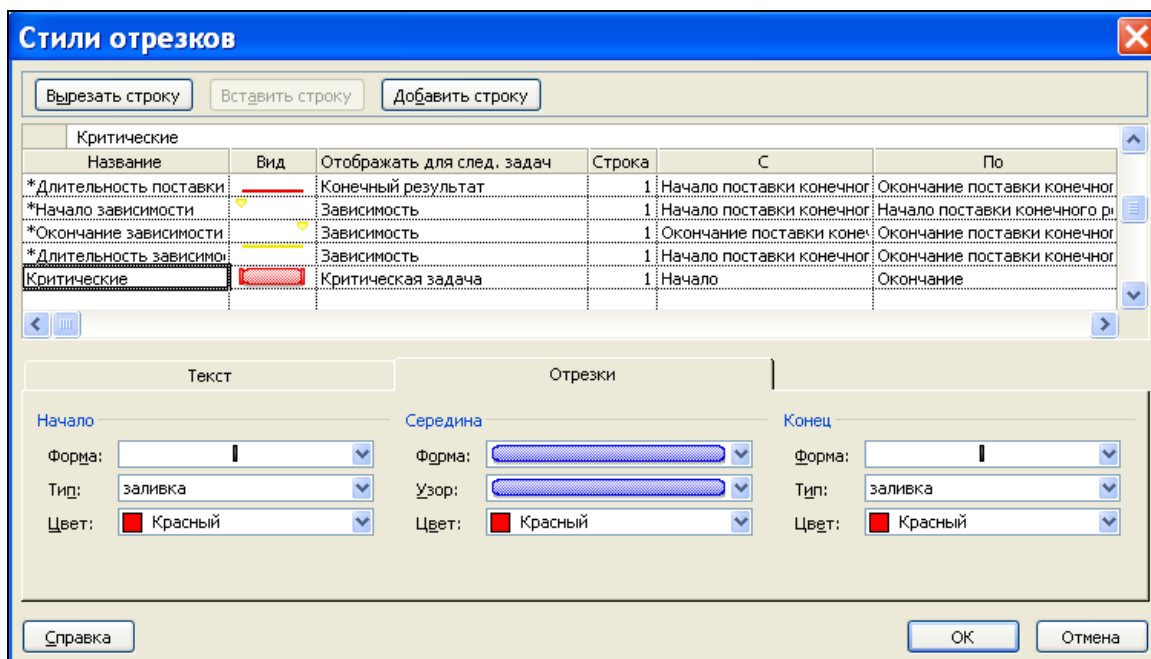

Рисунок 5.4 – Окно установки стилей отрезков
4. В столбцах **Вид** и **Отображать** для след. задач с помощью элементов управления выбрать подходящий вид и название задач (см. рис. 5.4).